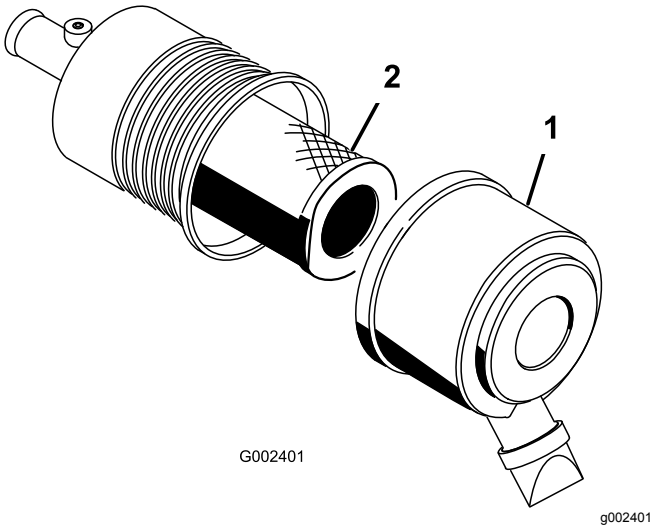

図 33
1. エアクリーナのカバーを外し、ボディーからカバーを抜き出す 図 33。
3. エアクリーナのボディーから、フィルタをすずかに引き出す (図 33)。
5. フィルタをゆっくり押し込むようにしてボディチューブに取り付ける 図 33。
6. 上下方向を間違えないように、エアクリーナカバーを正しく取り付け、ラッチを掛ける 図 33。